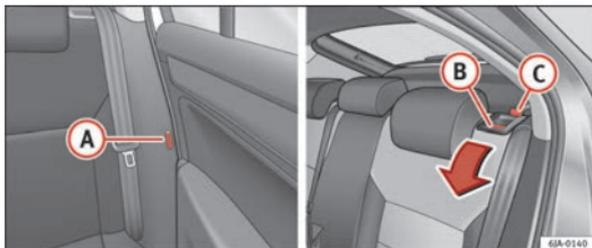

Fig. 73 Desbloqueio do encosto
- Introduza a lingueta do cinto de segurança no orifício **A** ⇒ Fig. 73 situado no lado correspondente do veículo – posição de segurança.